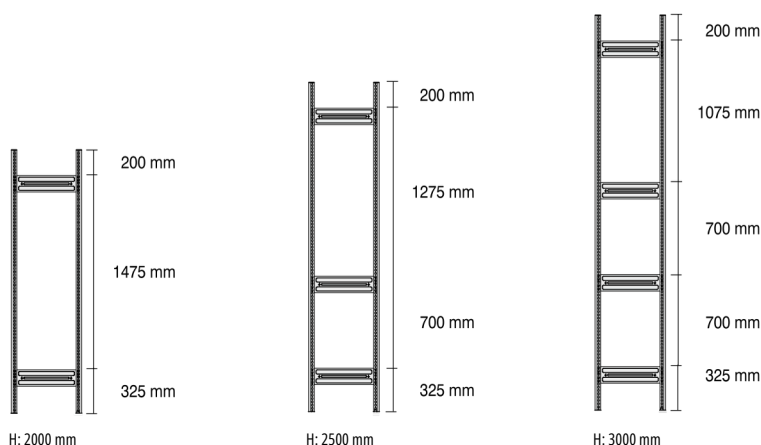

Abb. 2
- (D) Zwei Stützprofile im Abstand der Stützenverbinder anordnen (Abb. 1). Stützenverbinder entsprechend Abb. 2 (die Pfeile zeigen in Richtung des Fußbodens) einsetzen und mit einem Gummihammer o.ä. in die Stützprofile einschlagen.
Achtung! Die Fixierprägung der Stützenverbinder (Abb. 2 a) muss auf beiden Seiten in die Stützprofile einrasten (Abb. 3 a).
Attention! Les connexions d'appui (fig. 2 a) doivent s'enclencher des deux côtés des profilés d'appui (fig. 3 a).
- (NL) Twee steunprofielen op de afstand van de steunverbindingsstukken plaatsen (afb. 1). Steunverbindingsstukken overeenkomstig afb. 2 (de pijlen wijzen in de richting van de vloer) inzetten en met een rubberen hamer of dergelijke in de steunprofielen slaan.
Opgelet! De fixeeradhesie van de steunverbindingsstukken (afb. 2 a) moet aan beide kanten in de steunprofielen sluiten (afb. 3 a).
- (GB) Arrange two support frames at the correct distance for the support connection (fig. 1). Fit the support connections as shown in fig. 2 (the arrow points in the direction of the ground) and use a rubber hammer (or similar) to tap them into the support frames.
Attention! The locking pieces for the support connections (fig. 2 a) must be snapped in position on both sides in the support frames (fig. 3 a).
Abb. 2 a